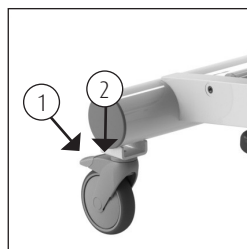

Figura 1. Blocco delle ruote.
- Il freno può essere azionato sull'Amfora spingendo verso il basso il bordo blu (1) sulla ruota (Vedere figura 1).
- Per disinnestare il freno dell'Amfora, è necessario sollevare il bordo sulla ruota picchiettando sulla parte superiore del bordo (2) (Vedere figura 1).